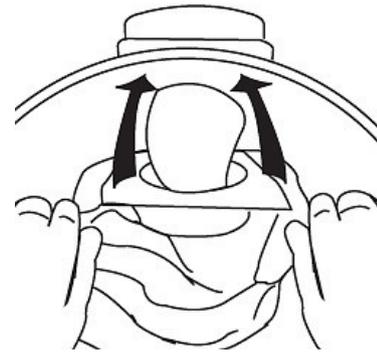

Abb. 8: Papierfilter einsetzen
Schritt 1: Polyester-Filter und ggf. Papierfilter (Abb.8,10) aus dem Behälter entnehmen.